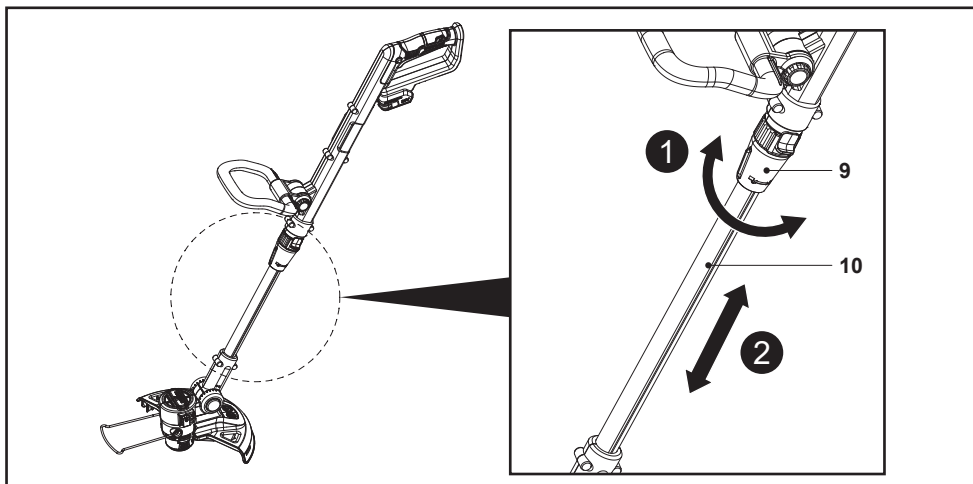

Fig. 5
1. Solte o bloqueio do tubo de extensão (9) rodando-o na direção de desbloqueio  (Fig. 5).
2. Ajustar o tubo de extensão (10) (Fig. 5).
3. Aperte o bloqueio do tubo de extensão (9) rodando-o na direção de bloqueio  (Fig. 5).
4. Certifique-se de que o tubo de extensão (10) está bloqueado.